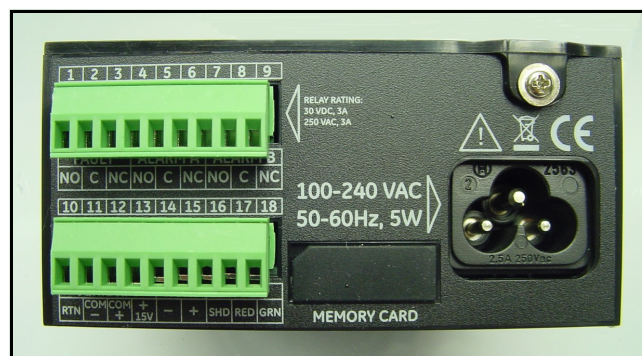

Abbildung 4: Rückwand
2. Entfernen Sie die Schraube an der Oberseite der Rückwand (siehe Abbildung 4).